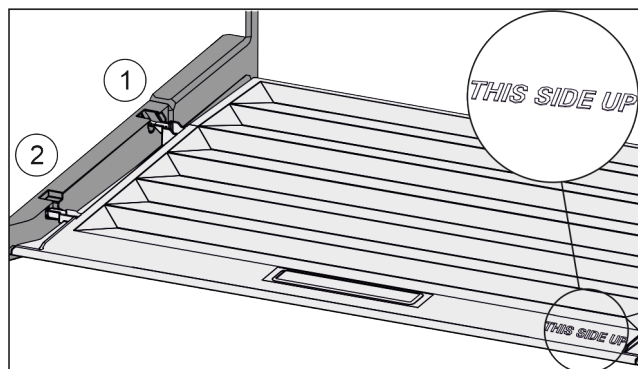

Fig. 82
- ▶ Inserire le nervature del coperchio attraverso l'apertura del supporto posteriore Fig. 82 (1) e innestare anteriormente nel supporto Fig. 82 (2).